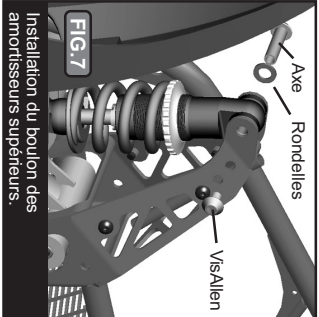

FIG. 7 Installation du boudin des amortisseurs supérieurs.
4. RETRIEZ L'ESSEU DE L'AMORTISSEUR SUPÉRIEUR, LES TROUS DE LA TOUR DES AMORTISSEURS ET INSTALLEZ L'ESSEU ET LA RONDILLE. (Fig. 7, et serrez à 70 cm-Kg en utilisant deux clés Allen.)